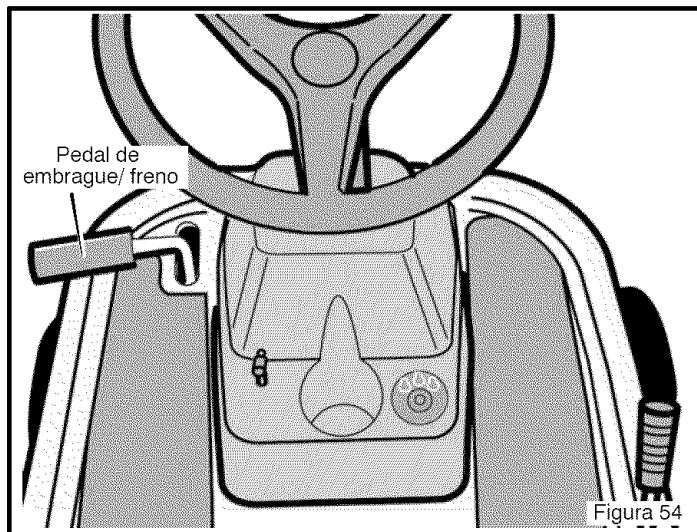
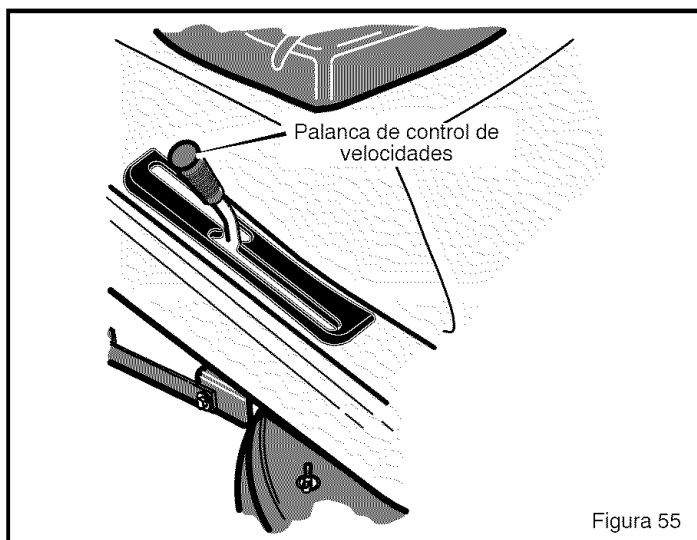

Figura 54
Figura 55
La transmisión hidrostática es muy fácil de operar. El sistema de transmisión tiene un pedal de embrague / freno en el lado izquierdo (Figura 54) y una palanca de control de velocidades y dirección en el lado derecho (Figura 55).
La velocidad y la dirección de avance son controladas por la palanca de control de velocidades (Figura 55). Use la palanca de control de velocidades tanto para avanzar como para retroceder.
2. Apriete a fondo el pedal de embrague / freno para detener la unidad (Figura 54). No suelte el pedal.
3. Mueva la palanca de control de velocidad a la posición NEUTRO (Figura 55).
4. Suelte lentamente el pedal de embrague / freno (Figura 54). No deje el pie sobre el pedal.
6. Empuje lentamente la palanca de control de velocidades hasta alcanzar la velocidad deseada (Figura 54).
2. Mueva la palanca de control de velocidades a la posición NEUTRO (Figura 55).